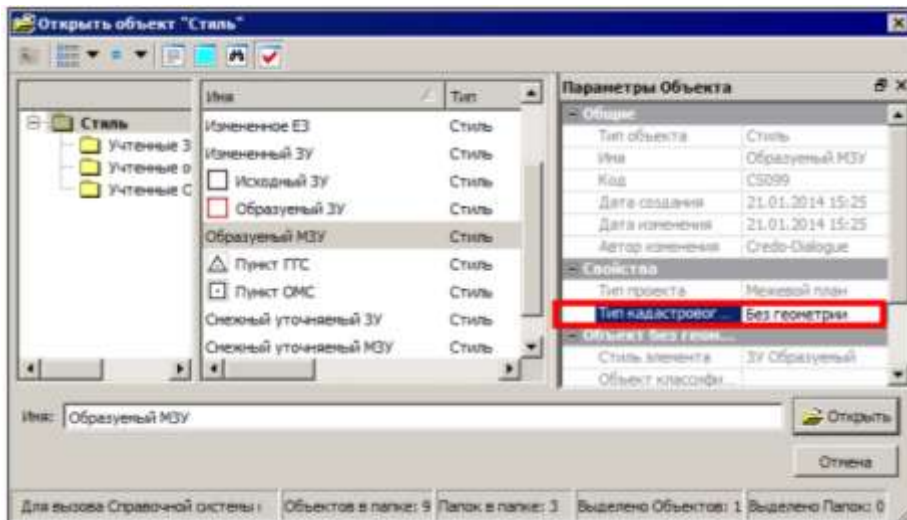

Рисунок 15– Открыть объект «Стиль»
- Далее откроется диалог **Открыть объект «Стиль»** (рис. 15), выберите в нем стиль в зависимости от вида кадастровых работ.
В данном случае – *Образуемый МЗУ*. Обратите внимание, что для данного стиля задан **Тип кадастрового объекта – Без геометрии** (рис. 15). Это значит, что создаваемый объект будет содержать только свойства и геометрию ему создать невозможно.